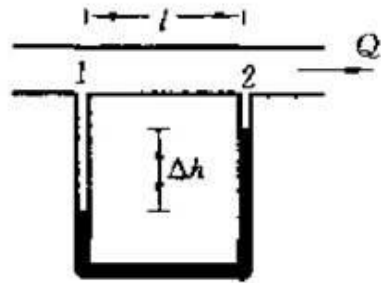

图 4 水银压差计
- 4 如图 4 所示，密度  $\rho=920\text{kg/m}^3$  的油在管中流动，用水银压差计测量长度  $l=3\text{m}$  的管流的压差，其读数为  $\Delta h=90\text{ mm}$ ，已知管径  $d=25\text{ mm}$ ，测得油的流量为  $Q=4.5\times 10^{-4}\text{ m}^3/\text{s}$ ，试求油的运动粘度。（水银的密度为  $13600\text{kg/m}^3$ ）。